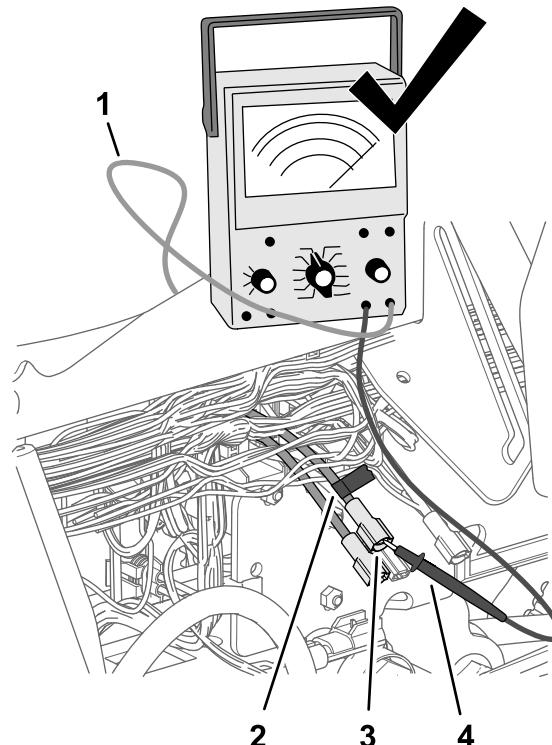

**Figure 190**
2. Sur le porte-fusibles 3 de la machine, insérez la sonde du multimètre dans le contact 4 (colonne droite) de la douille de fusible 2, comme montré à la Figure 190.